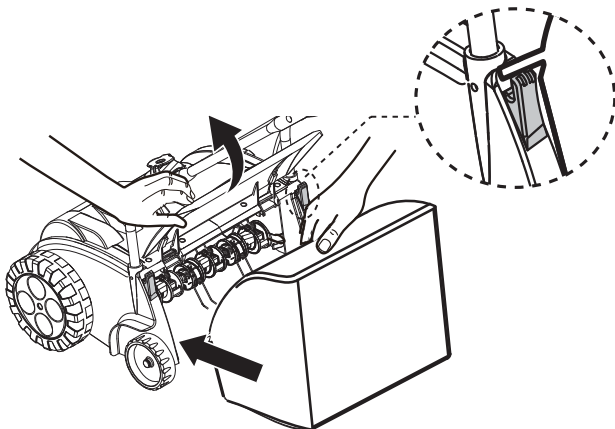

Fig.10
- > Ouvrez le couvercle arrière du carter, et placez la suspente du bac de récupération du gazon sur les charnières (Fig.10).